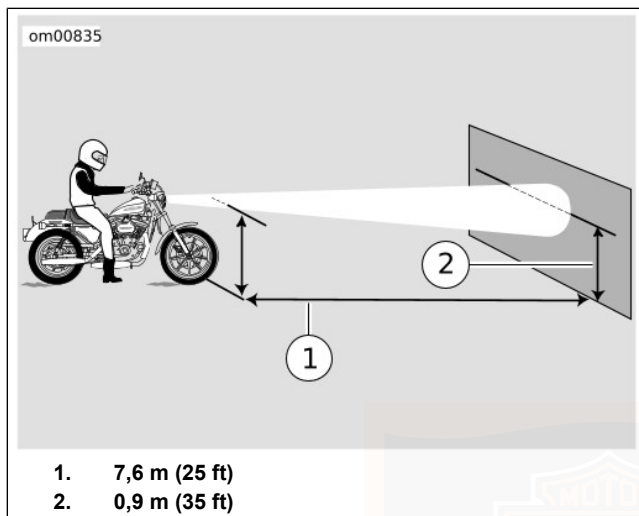

Figura 40. Allineamento del faro anteriore: modelli Sportster
3. Vedere Figura 40. Collocare la motocicletta a 7,62 m (25 ft) da uno schermo o una parete. Misurare la distanza tra il muro/lo schermo e il punto sul terreno immediatamente sotto l'asse anteriore.